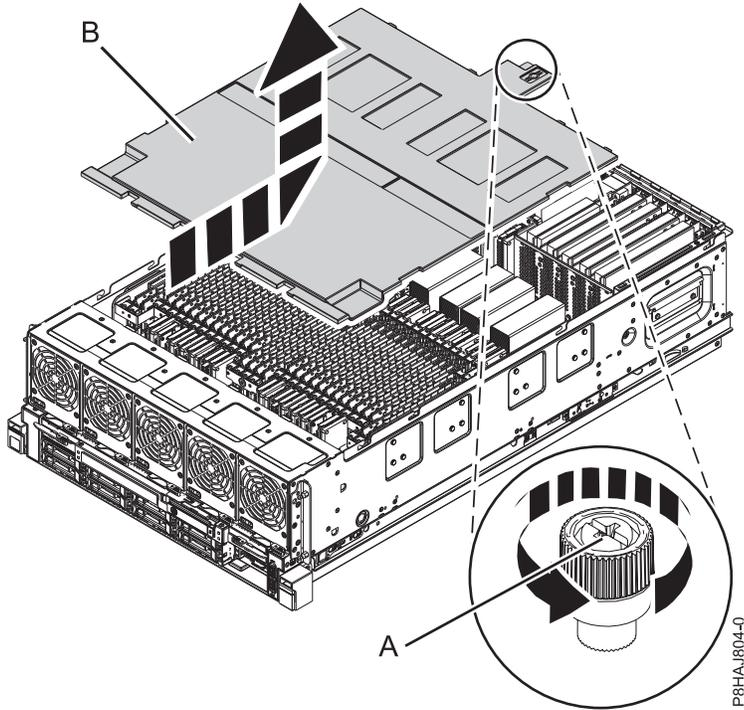

Figura 12. Extracción de la cubierta de seguridad
2. Afloje el tornillo de mano (A) situado en la parte posterior de la cubierta, girándolo en la dirección que se muestra en la Figura 12 en la página 34.
3. Deslice la cubierta de seguridad (B) hacia la parte posterior del sistema. Cuando la parte frontal de la cubierta se haya separado del reborde superior del chasis, levante la cubierta hacia arriba y fuera del sistema.